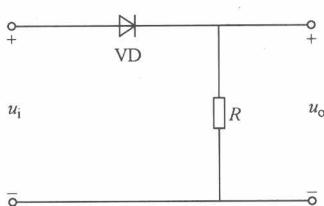

图 1-6 PN 结单向导电性测试电路
PN 结单向导电性测试电路如图 1-6 所示，图中 PN 结采用二极管 VD(1N4148)代替，其中 VD 的左侧端(箭头所在区)代表 P 区，右侧端(粗短杠所在区)代表 N 区，限流电阻 R 为  $1\text{k}\Omega$ 。
实验电路：PN 结单向导电性测试电路如图 1-6 所示，图中 PN 结采用二极管 VD (1N4148) 代替，其中 VD 的左侧端(箭头所在区)代表 P 区，右侧端(粗短杠所在区)代表 N 区，限流电阻  $R$  为  $1k\Omega$ 。
- 1) 按图 1-6 选择元器件，设置参数、布局、连接电路。